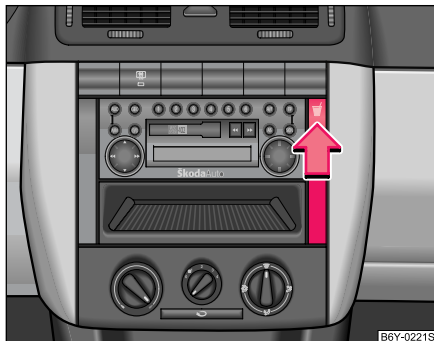

Fig. 63 Tableau de bord: Porte-gobelets
- Poussez sur le symbole  en direction de la flèche ⇒ fig. 63, le porte-gobelets sort et s'ouvre.